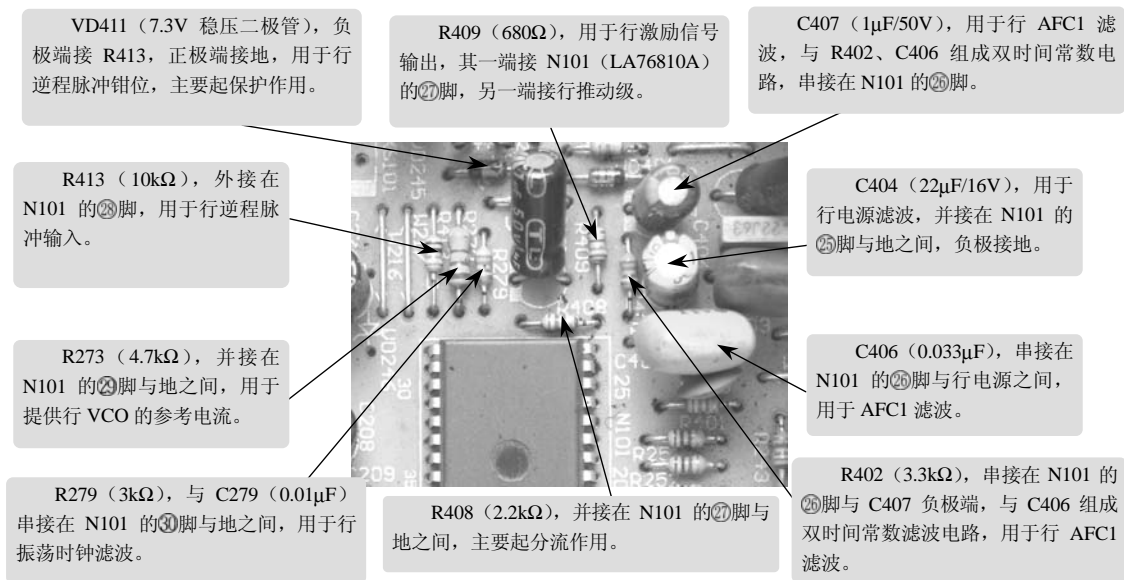
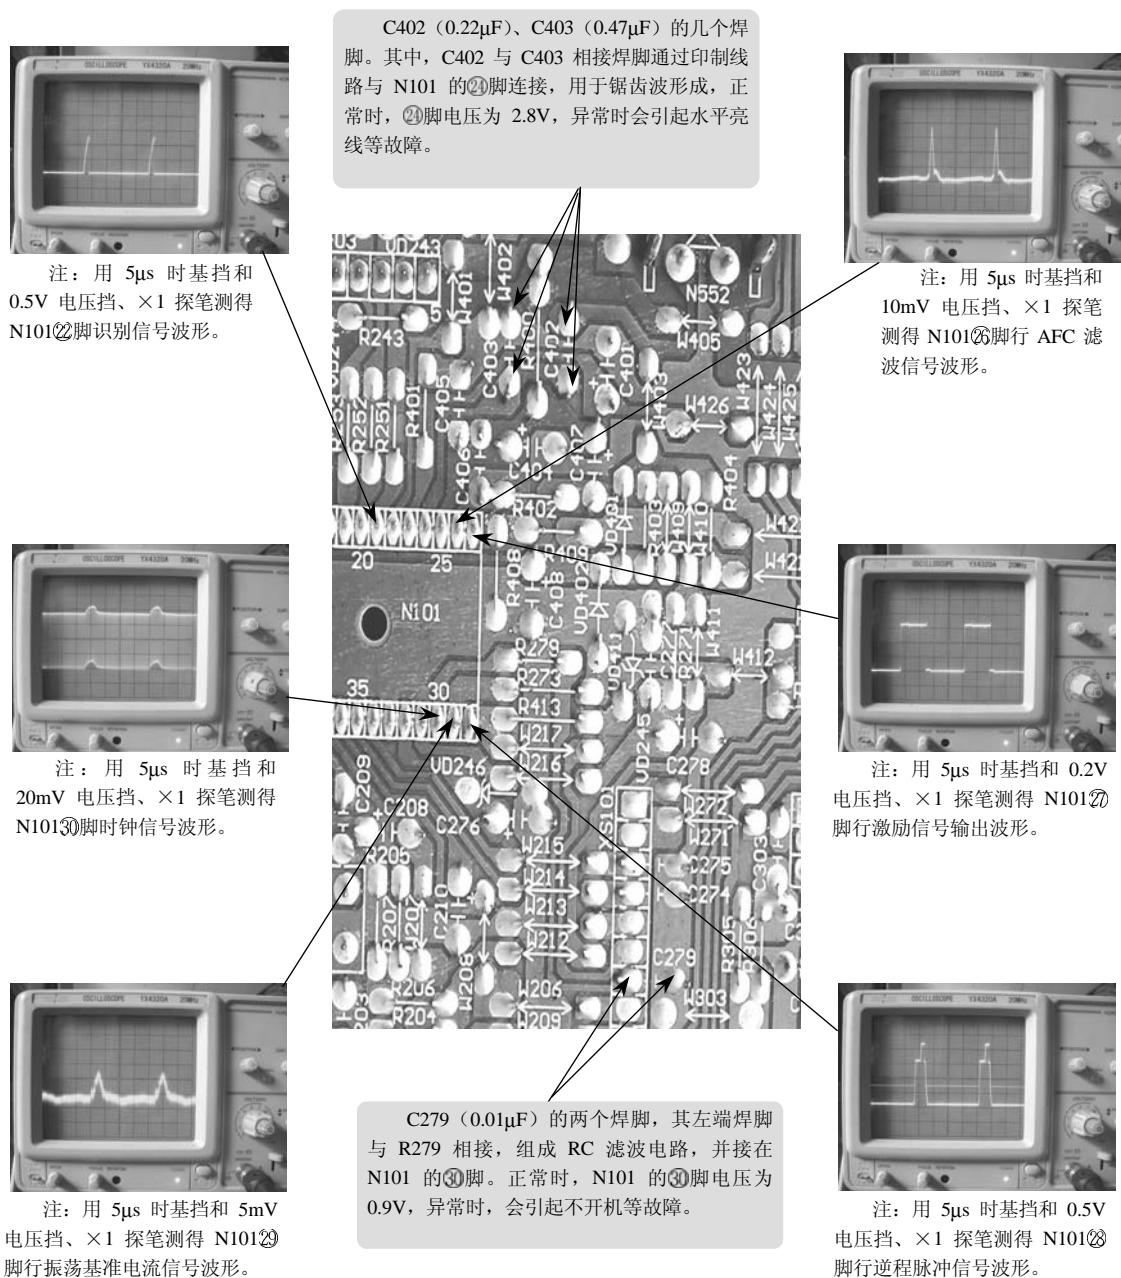
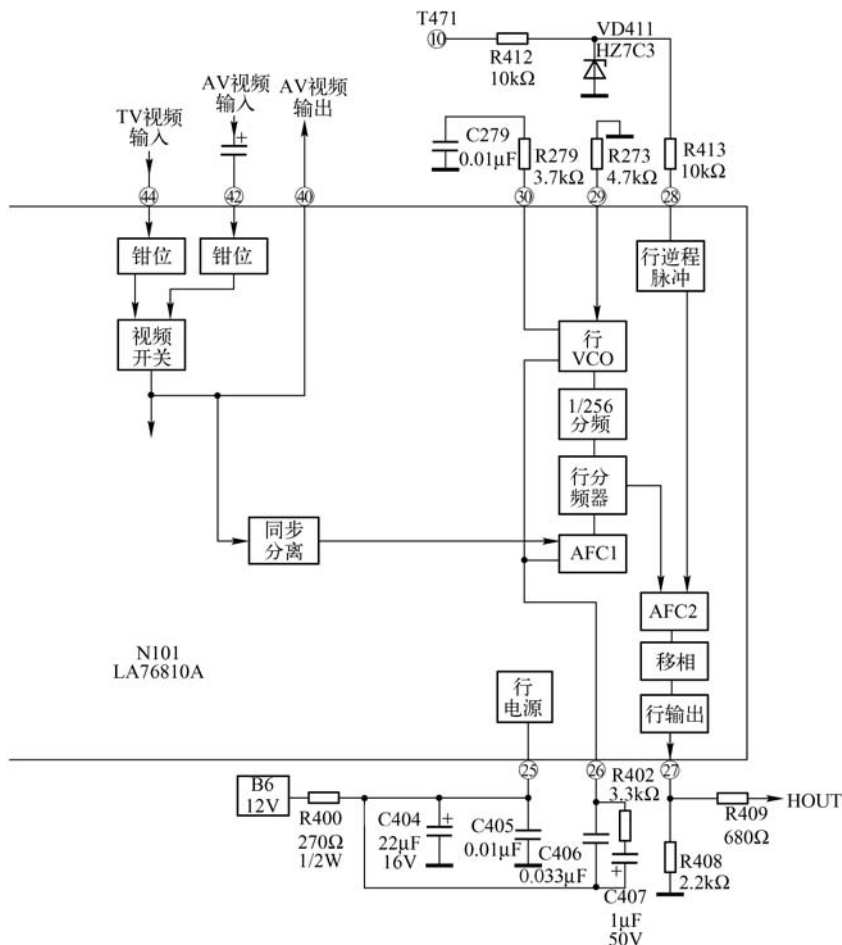

图 3-1 行扫描小信号处理电路中的相关元器件实物组装图
图 3-2 行扫描小信号处理元件引脚印制线路及主要工作点的信号波形
图 3-3 行扫描小信号处理电路原理图
行振荡电路（即行扫描小信号处理电路）主要用于产生行激励信号。在早期的分立元器件彩色电视机中，行振荡电路主要由分立元器件组成。在集成电路彩色电视机中，行振荡电路设置在相关的集成电路内部，仅有少量的外围元器件。在 SVA D2966F 型彩色电视机中，不仅行振荡电路设置在超大规模集成电路 LA76810A 内部，一些 AFC-1/AFC-2 等行扫描小信号处理等电路也都包含在 LA76810A 内部，仅有 LA76810 ②⑤~③⑩脚外接的极少数分立元器件，如图 3-1 所示。引脚印制线路及主要工作点的信号波形如图 3-2 所示，电路原理图如图 3-3 所示。
在如图 3-3 中，N101 (LA76810A) 的②⑤脚电路主要是用于输入行振荡电路的工作电源。其外接的 C405 和 C404 用于供电电压滤波，R400 用于供电限流，主要起保护作用。正常时，N101 (LA76810A) ②⑤脚电压为 5.1V，对地正、反向电阻值约为 0.9kΩ。当 N101 (LA76810A) ②⑤脚电压异常或无电压时，行电路不工作，彩色电视机无光栅。
在如图 3-3 所示中，N101 的②⑥脚电路主要用于 AFC 鉴相滤波，内接 AFC-1 及行 VCO 电路，外接由 R402、C407、C406 组成的双时间常数滤波器，即组成 AFC-1 电路。AFC-1 电路的作用是使行振荡信号的频率、相位与行同步信号一致，以实现行同步。行同步信号在 N101 内部送入 AFC-1 鉴相器。在正常状态下，N101 ②⑥脚电压约为 2.6V，对地正向阻值为 4.26kΩ，反向阻值为 3.62kΩ（用 UT91 型数字表测得，红表笔测量时为正向，黑表笔测量时为反向）。当 N101 ②⑥脚电压异常或外接元器件不良时，会引起行失步故障。